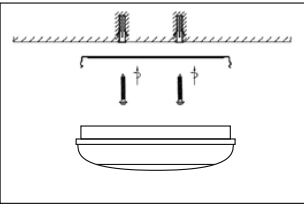

Рис. 3
- 5.11 Закрепите монтажную скобы на поверхности установки (рис. 3).